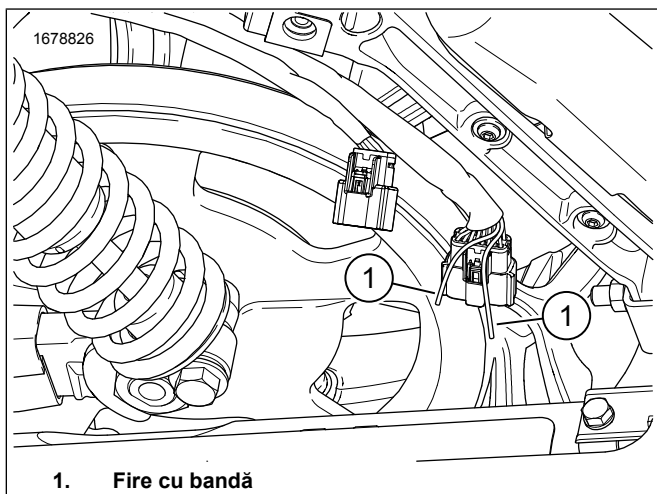

Figura 2. Fire desagă
2. Figura 2 Găsiți conectorul Echipament original (OE) cu 16 căi [C288B_1].